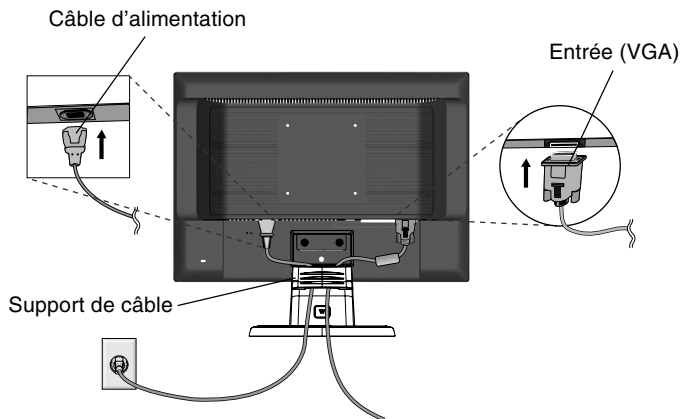

Figure B.1
- Connectez une extrémité du cordon d'alimentation au moniteur et l'autre à la prise de courant. Utilisez le support de câble pour regrouper le câble de signal vidéo et le câble d'alimentation (**Figure B.1**).
Fixez le support de câble au socle. Insérez les crochets du support de câble dans les orifices au dos du support et faites ensuite coulisser le support de câble vers le bas pour le fixer (**Figure B.1**).